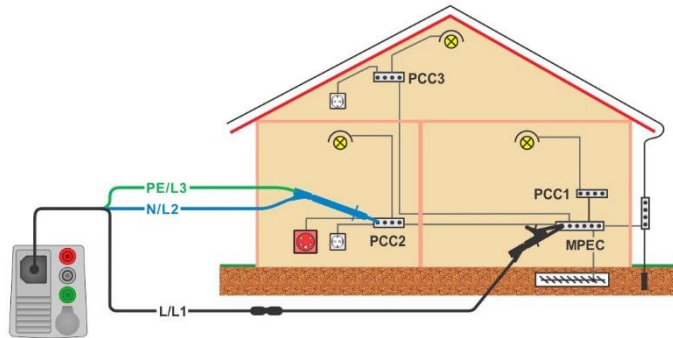

Abbildung 7.23: Anschluss des 3-Leiter Prüfadapters plus des optionalen Verlängerungskabels
- › Schließen Sie die Prüflitungen an, siehe **Abbildung 7.23**.